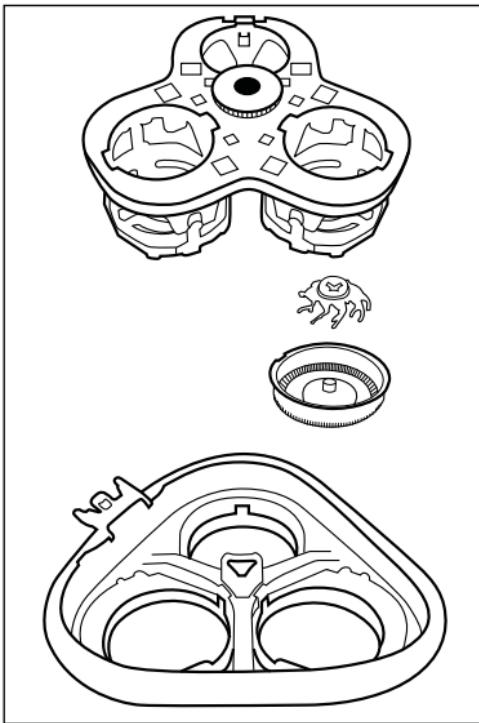

Abbildung 1
- 1) Drücken Sie auf die Entriegelungstaste **④**. Die Schereinheit **②** springt auf.
- 2) Überstrecken Sie die Schereinheit **②** ein wenig, so dass diese sich nach oben herausziehen lässt.
- 3) Drücken Sie den schwarzen Zahnkranz etwas herunter und drehen Sie ihn vorsichtig gegen den Uhrzeigersinn, bis sich die Halterung der Scherköpfe abheben lässt (siehe Abbildung 1).
- 5) Bauen Sie die Schereinheit ② wieder zusammen. Nehmen Sie dafür die Abbildung 1 zur Hilfe:
- Legen Sie die 3 Scherköpfe in die Aussparungen der Schereinheit ②. Achten Sie dabei darauf, dass die Einkerbungen am Rand der Scherköpfe an den Arretierungen in der Öffnung liegen.